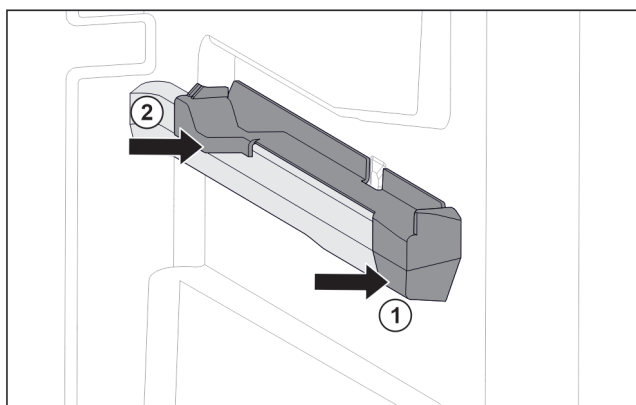

Fig. 148 Påsætningsdel på den højre beholderrist
- ▶ Sæt den forreste del af påsætningsdelen på beholderristen. Fig. 148 (1)
- ▶ Tryk den bageste del af påsætningsdelen på. Fig. 148 (2)